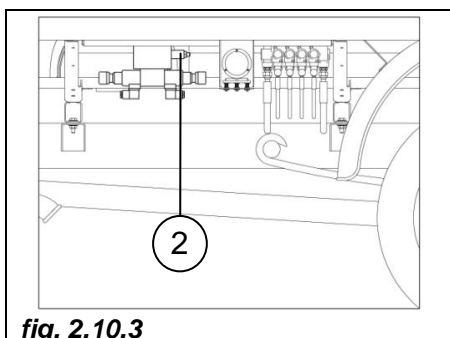

fig. 2.10.3
Posizionata (*pos. 2 fig. 2.10.3*) sulla base dell'elettrovalvola generale.